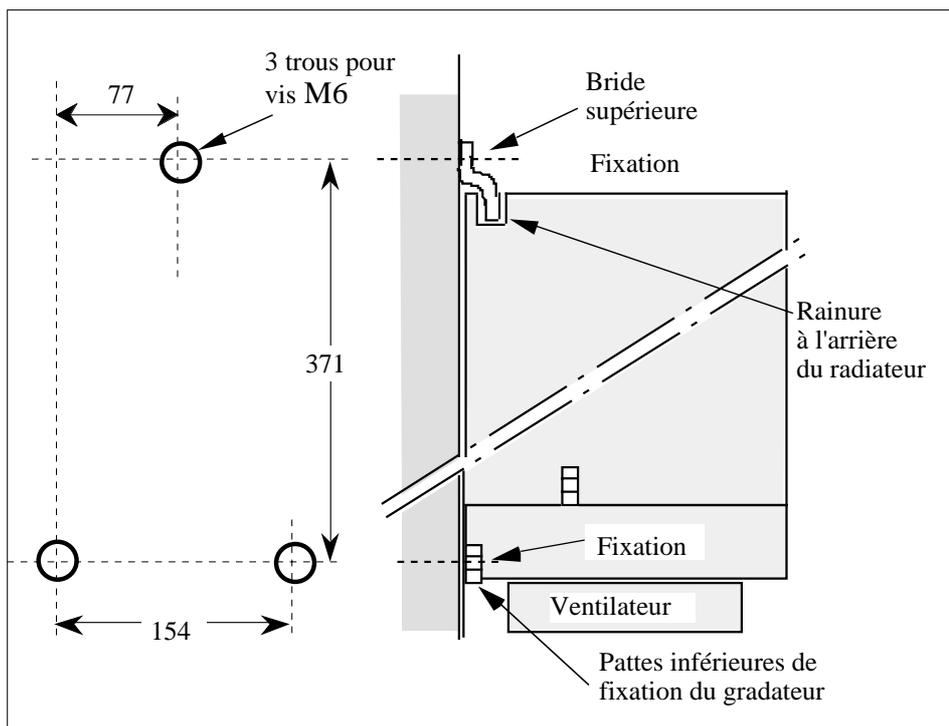

Figure 3 Cotes de perçage et fixation du gradateur ventilé (75 à 125A)
- Installer les deux vis **M6** inférieures dans l'armoire en respectant les cotes de perçage (figure 3)